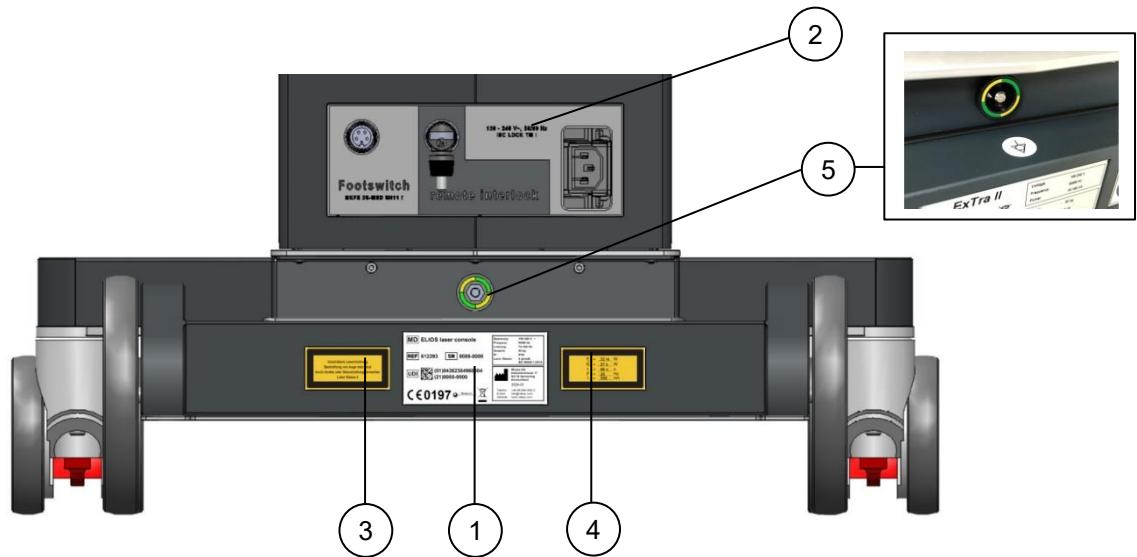

Abb. 2-1: Gerätrückseite
Das Label befindet sich auf der Geräterückseite (siehe Abb. 2-1).
3.	<p>Die ELIOS laser console erzeugt Strahlung der Laser Klasse 4. Die unsichtbare Strahlung darf nicht auf die Augen oder Haut treffen.</p> <p>Das Label befindet sich auf der Geräterückseite (siehe Abb. 2-1).</p>
4.	<p>Die Laserausgangs-Leistungsdaten sind auf dem nebenstehend abgebildeten Label angegeben.</p> <p>Das Label befindet sich auf der Geräterückseite (siehe Abb. 2-1).</p>
5.	<p>Kennzeichnung Potentialausgleichsstecker.</p> <p>Das Label befindet sich auf der Geräterückseite (siehe Abb. 2-1).</p>
6.	<p>Dieses Symbol weist darauf hin, dass das Gerät nicht in den Haushaltsmüll entsorgt werden darf. Wenn das Produkt das Ende seiner Lebensdauer erreicht hat, kontaktieren Sie bitte die MLase oder einen von der MLase dazu autorisierten Servicepartner. Dieser nimmt das Gerät zurück und kümmert sich um die Entsorgung.</p> <p>Das Symbol ist Bestandteil des Typenschildes (siehe Abb. 2-1).</p>